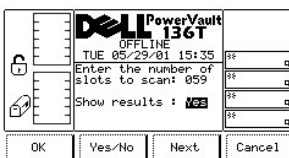

图 42. 命令 > 移动 > 扫描条形码 > 确认对话框
- 1 如果按下**下一个**软键下方的按钮，则列表中的下一个字段将成为活动字段。请参考图 42。